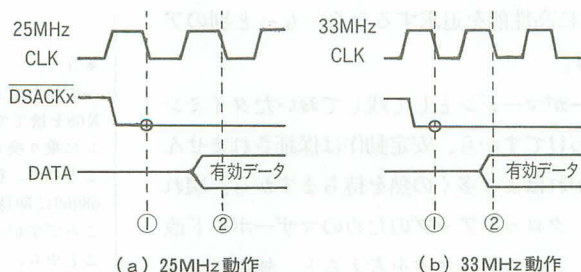

図7.6 DSACKx信号の先出しとメモリの応答速度
ひと言でクロックアップのマージンといってもいろいろありますが、一番効いてくると思われるのはメモリの応答速度でしょう。図7.6.aのように、DSACKx信号はメモリの応答に先立ってアサートされます。これは、前にも説明したように、68030が①のタイミングでDSACKx信号を認識した後、1クロック後の②のタイミングでデータを取り込むからです。ですから、データが出てくるのは、②よりも一定時間^{*2}前であれば、①より後でもかまわないのです。
では、クロックアップするとどうなるのでしょうか。図7.6.bがクロックアップした状況です。①からどれくらい遅れてデータが出てくるかはメモリチップの応答速度で決まりますので変わりませんが、1クロックあたりの周期が^{*3}短くなるので、結果的にデータが整ってから②までの間隔が詰まってきます。そして、この間隔がセットアップタイムを満たせなくなる^{*3}と、データを取りこぼします。
結局、これがクロックアップの限界となります。なお、ウェイトを入れて、図7.6.bの②ではなく、次のクロックの立ち上がりタイミングでデータを取るようにすれば余裕を持ってアクセスすることがができます。これが、「VRAMゴミ問題」の対処といっしょに新版GALに盛り込んだウェイト挿入の機能^{*4}です。68040は変換回路を経由して応答を返すようにしているので、このような対処が容易にできるのです。68030の応答も変換回路を経由するようになっていれば対処可能ですが、040turboは残念ながら、そうなっていません。^{*5}